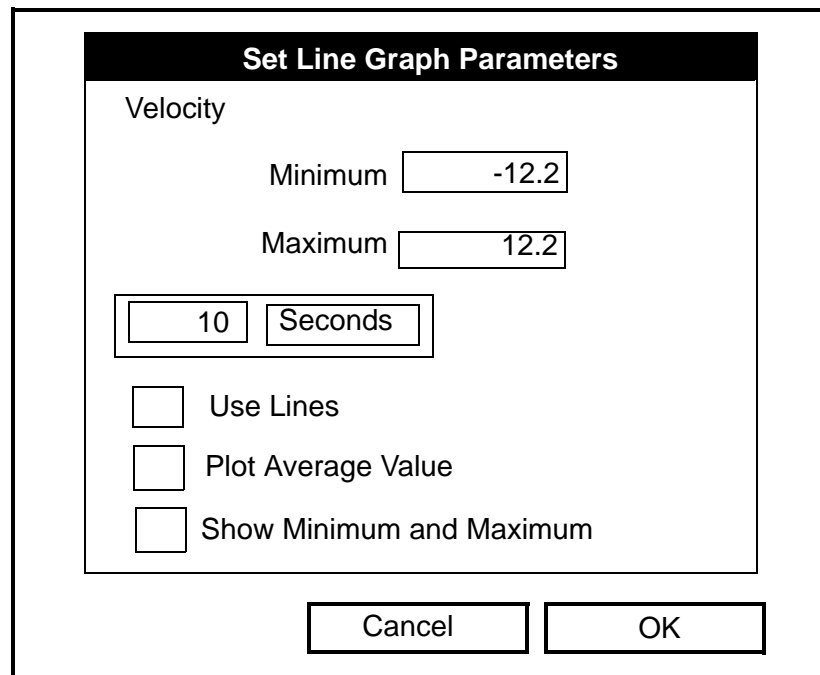

Figura 3-4: Ventana de parámetros de gráfico lineal
2. En la opción del menú desplegable *Change* (Cambio), pulse [ENTER] de nuevo y aparecerá una ventana como la de la figura 3-4.